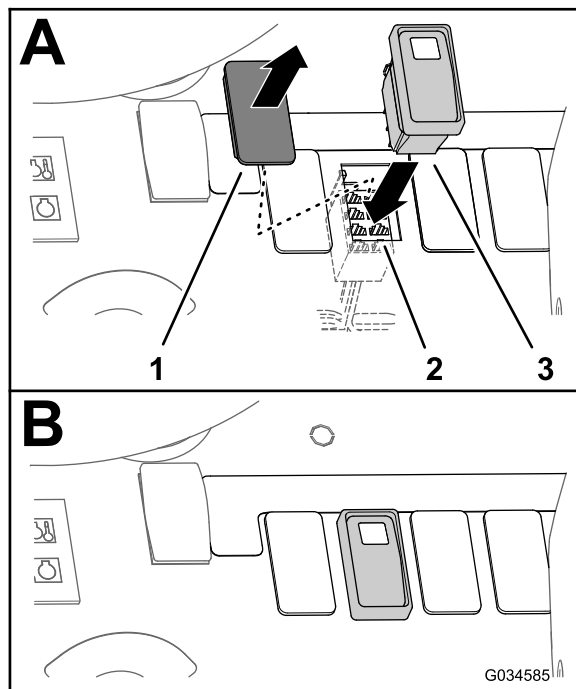
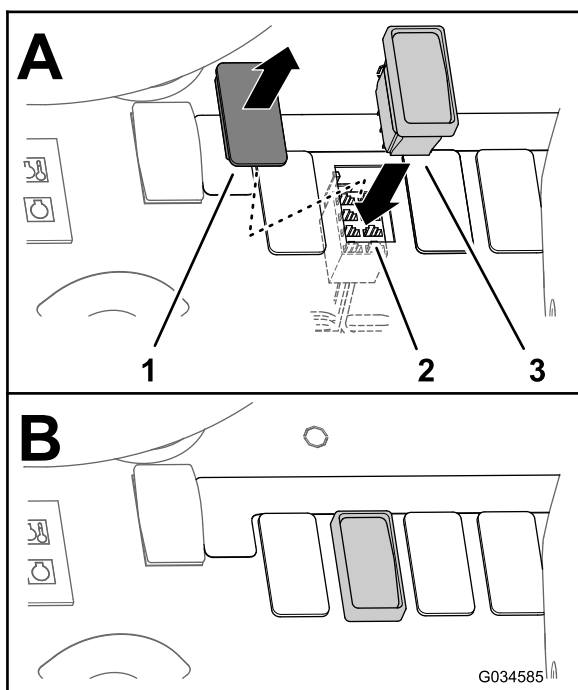

图29
图30
1. 卸下仪表板上供冲洗水箱开关使用的栓塞 (图30 或图29)。
3. 正确布置 8 插槽接头，使其朝向仪表的开口（图 29 或图 30）。
4. 将 3 位置开关通过仪表板接入 8 插槽接头（图 29 或图 30）。
5. 将 3 位置开关插入仪表板的开口，直至开关门锁牢固卡入仪表（图 29 和图 30）。